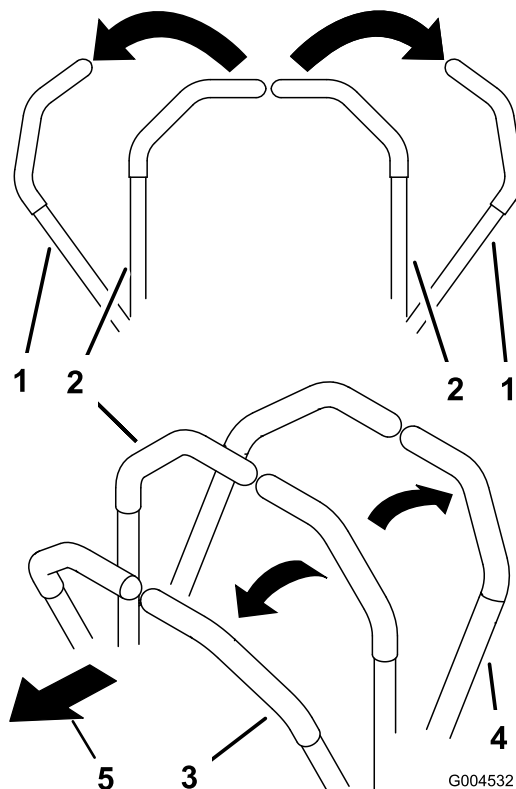

Figura 17
2. Per fare marcia avanti spingete lentamente in avanti le leve di controllo del movimento (Figura 17).
Per spostarvi in linea retta, applicate una pressione identica su entrambe le leve di controllo del movimento (Figura 17).
Per girare, rilasciate la pressione sulla leva di controllo del movimento verso la direzione in cui volete voltare (Figura 17).